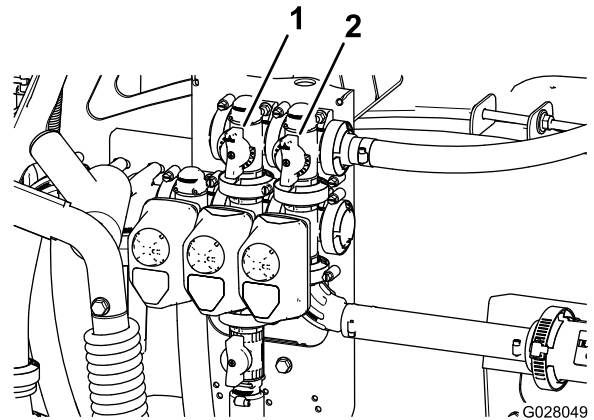

Figura 23
11. Reglai supapa de bypass de agitare (Figura 23) pe partea din spate a supapei de agitare până când valoarea presiunii indicată de manometru este de 6,9 bar.
9. Reglezi maneta de bypass seciune principală pentru a controla nivelul de agitare din rezervor (Figura 23).